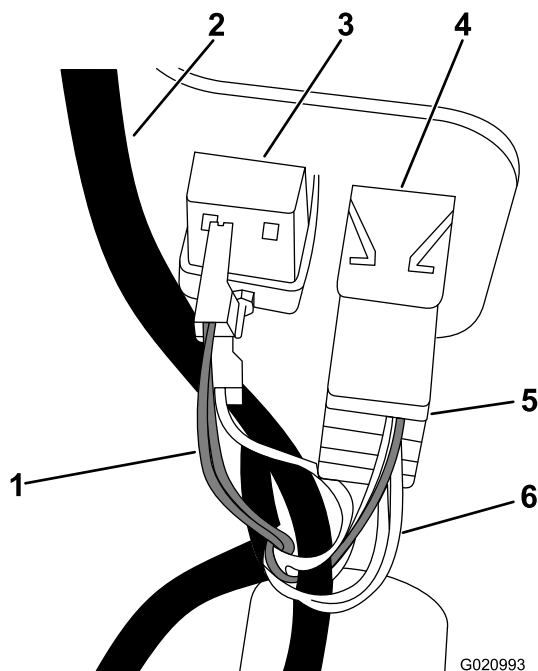

Figura 3
- Conecte el conector del cable al interruptor de las luces (Figura 3).
- Inserte el cable blanco en el conector 1 y el cable verde en el conector 2 del contador de horas (Figura 3).